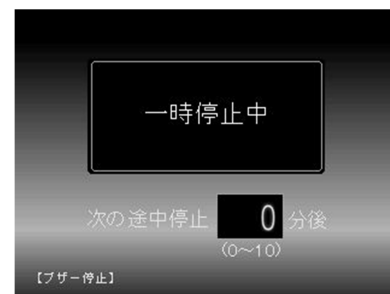

図 7-56
- 1) 乾燥工程で途中停止を設定すると途中停止動作を行い、途中停止中画面が表示されます。(図 7-56)